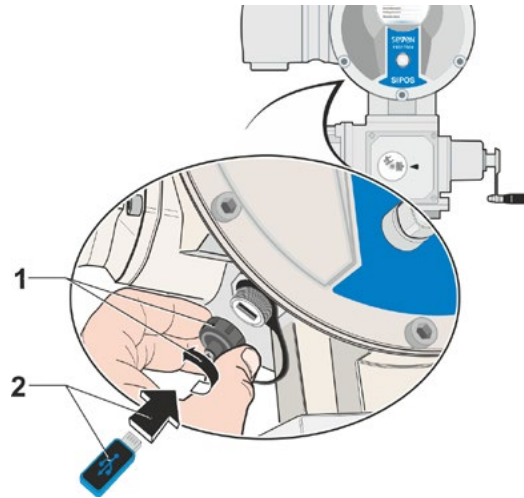

Fig. 1 : raccorder la clé USB
- Dévisser le cache du port USB situé à gauche au-dessous de l'unité électronique (Fig. 1, Pos. 1).